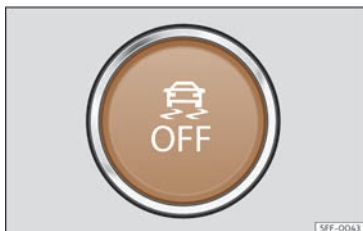

Fig. 97 En la parte inferior de la consola central: botón para conectar/desconectar el ESC (en función de la versión).
- El ASR se puede desconectar y conectar mediante una pulsación corta en el botón  de la consola central >>> **fig. 97**.
- El ESC en modo “Sport” se puede desconectar y conectar mediante una pulsación corta en el botón  de la consola central >>> **fig. 97**.
- El ESC se puede desconectar y conectar mediante una pulsación larga en el botón  de la consola central >>> **fig. 97**.